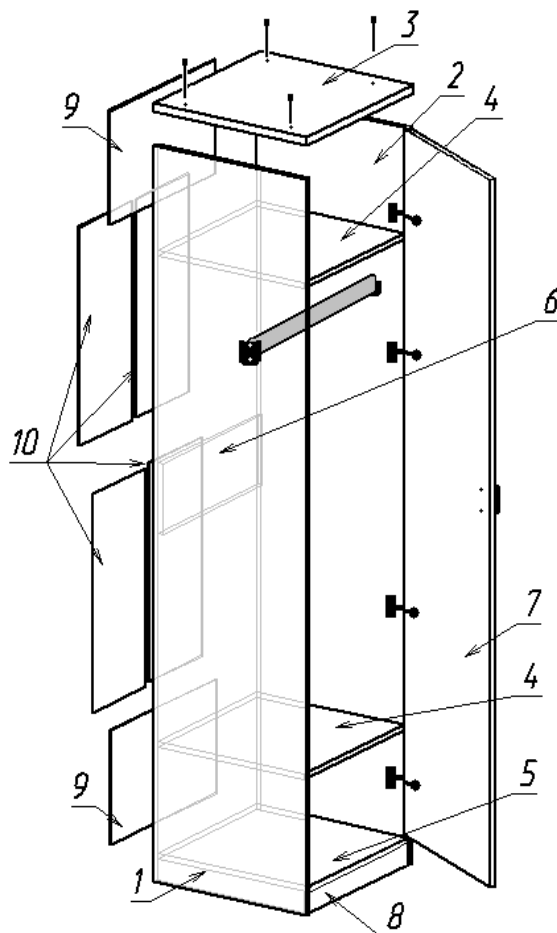

Рисунок 4
3. Евровинтами 50 мм. закрепить деталь (поз. 3) к боковинам (поз. 1, 2). Измерить диагональ корпуса. Гвоздями прибить подпятники. Задние стенки (поз. 9, 10) прибить гвоздями в торцы деталей (поз. 1, 2, 3, 4, 5) установив соединитель (ДВП) См. рисунок 4.